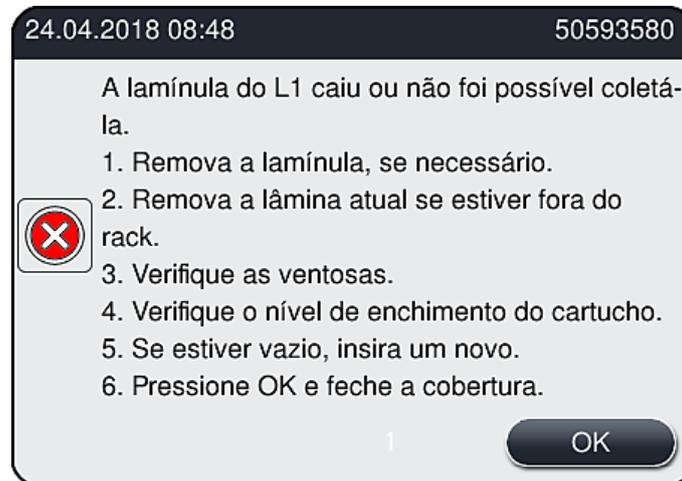

Fig. 109
Se o **módulo Pick&Place** perder uma lamínula durante o transporte para a lâmina ou se o **módulo Pick&Place** não puder remover uma lamínula do cartucho de lamínulas após 3 tentativas, o usuário é notificado a respeito através de uma mensagem de erro (→ Fig. 109).
- ① Se esta mensagem (→ Fig. 109) for exibida, o usuário deve verificar primeiro se uma lamínula foi perdida durante o transporte para a lâmina ou se o **módulo Pick&Place** não conseguiu remover uma lamínula do cartucho de lamínulas.